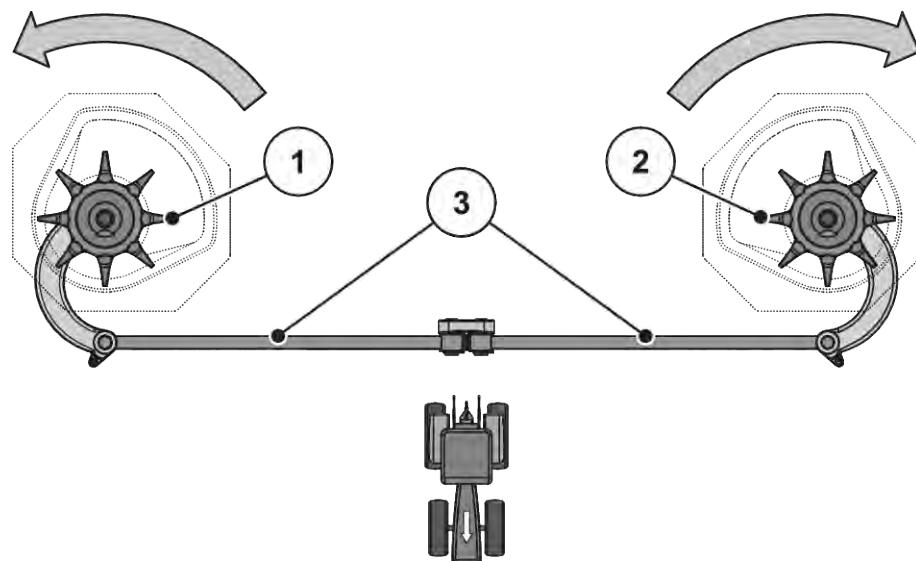

Fig. 53: Kontrollere røreverksdrev
- Drei blandehodet for hånd i **retningen til spredeskiven**. Se Fig. 53 Kontrollere røreverksdrev.
- ▷ Drei rørehodet for hånd eller ved hjelp av et oljefilterbånd kraftig **mot dreieretningen til spredeskiven**. Se Fig. 53 Kontrollere røreverksdrev